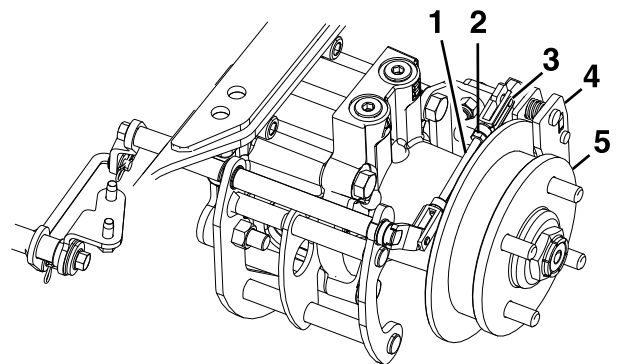

Figura 71
8. Retire el pasador de muelle del acoplamiento trasero y la pinza (Figura 71).
12. Apriete la contratuerca del acoplamiento trasero (Figura 71).